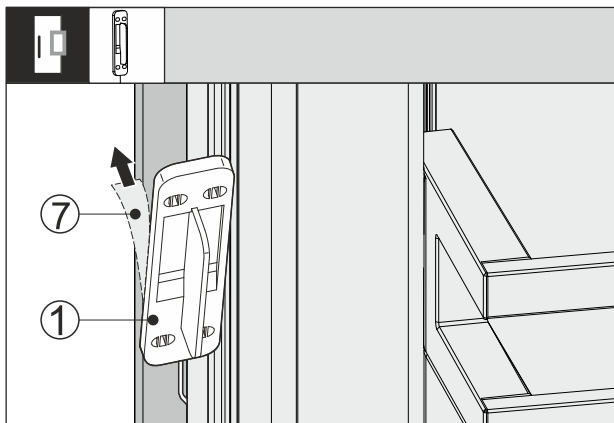

Fig. 64
- ▶ Stáhněte ochrannou fólii Fig. 64 (7) na zadní straně senzoru klepání Fig. 64 (1).